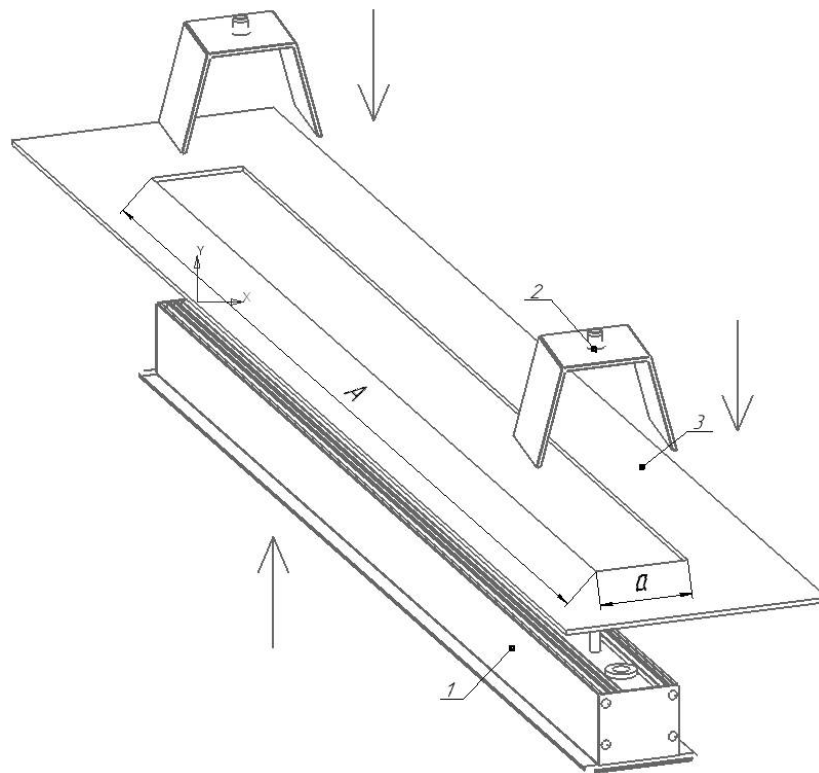

Рисунок 3 - Схема установки светильника в потолок
5.3.3. Корпус светильника установите в подшивной потолок или стену из гипсокартона. Закрутив винты до упора, зафиксируйте светильник (см. рисунок 3, 4).